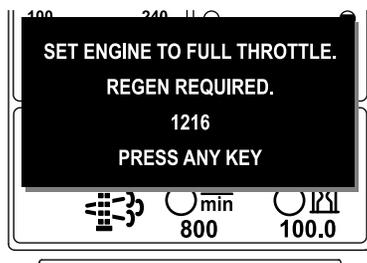

Figure 15
**Remarque:** Si la température d'échappement du moteur est trop basse, l'InfoCenter affiche ADVISORY #1216 (avis n° 186) (Figure 15) pour vous informer de régler le régime moteur à pleins gaz.